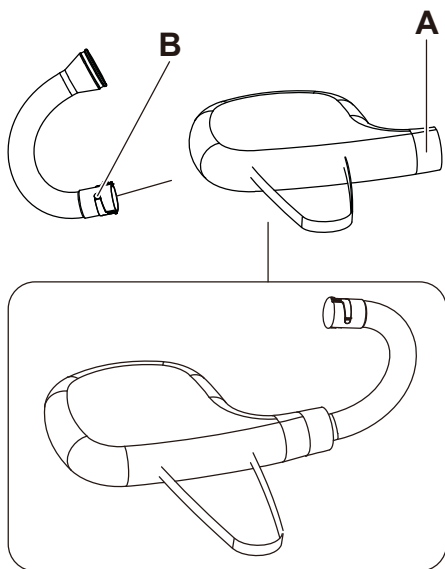

Fig. 4
1. Inserte el tubo curvo a través de la cremallera de la bolsa. El extremo ranurado del tubo (B) pasa primero a través del área (A) de la bolsa. Vea la imagen completa del ensamblaje en la FIG. 4 para ver cómo debe quedar. Una vez que el tubo está en su lugar, apriete la correa de Velcro.
3. Abra el Velcro y la cremallera de la bolsa, saque el tubo curvo de la bolsa y cierre la cremallera. (Fig. 4)